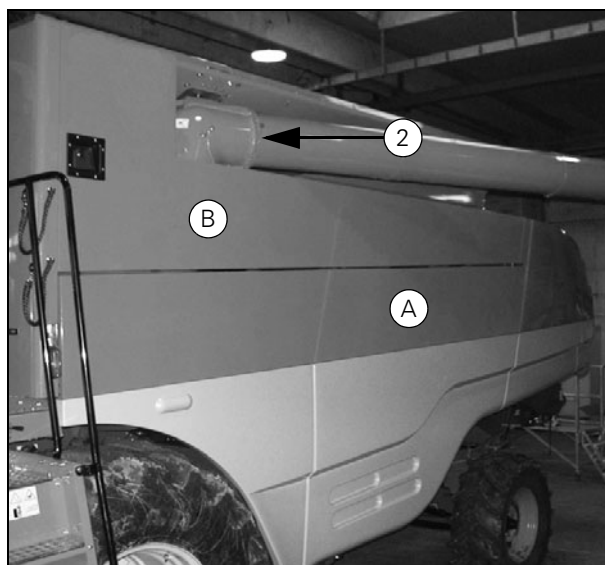

Рисунок 8
1. Снимите боковую панель (А) (Рис. 8) машины.
2. Снимите кожух (В) (Рис. 8) .